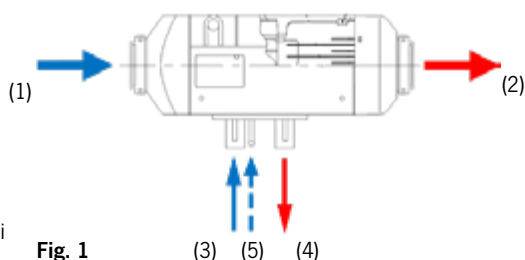
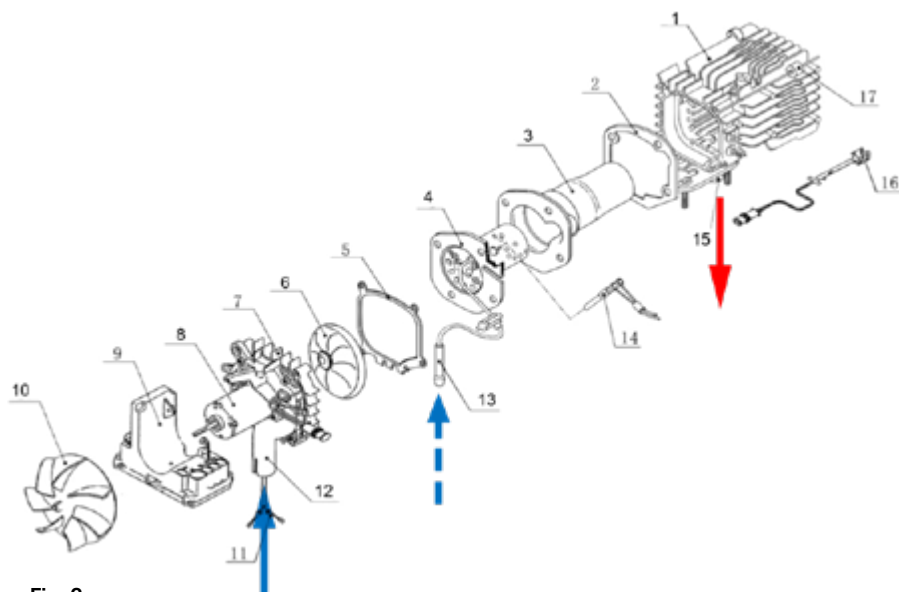
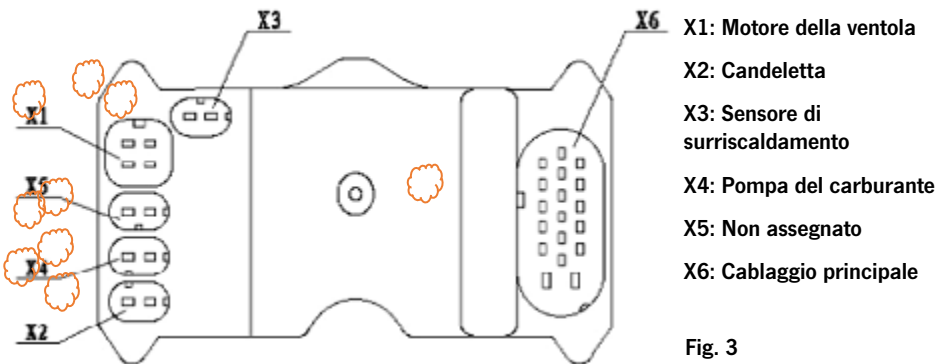

Fig. 1
Fig. 2
Fig. 3
Questo forno è costituito da un bruciatore [Pagina 80 Fig. 2 (4)] e una camera di combustione [Pagina 80 Fig. 2 (3)] che si trovano all'interno di uno scambiatore di calore [Pagina 80 Fig. 2 (1)].
L'aria fredda viene aspirata in questo passaggio dalla ventola [Fig. 1 (1)] [Pagina 80 Fig. 2 (10)]. Dopo aver attraversato lo scambiatore di calore, l'aria calda viene espulsa [Fig. 1 (2)].
Per il processo di combustione, il riscaldatore deve essere alimentato con combustibile e aria fresca. Il combustibile entra nel bruciatore attraverso l'ingresso del tubo del combustibile [Fig. 1 (5)] [Pagina 80 Fig. 2 (13)] e viene accesa dalla candele [Pagina 80 Fig. 2 (14)] dopo la sua atomizzazione. La fiamma entra nello spazio tra le pareti del bruciatore [Pagina 80 Fig. 2 (4)] e la camera di combustione [Pagina 80 Fig. 2 (3)] nella parte posteriore del bruciatore.
L'alimentazione dell'aria di combustione è fornita dalla presa d'aria [Fig. 1 (3)] [Pagina 80 Fig. 2 (12)]. La ventola interna di alimentazione dell'aria [Pagina 80 Fig. 2 (6/8)] spinge l'aria nel bruciatore. Dopo la combustione della miscela di aria e combustibile vaporizzato, i gas di scarico vengono espulsi attraverso il tubo di scarico [Fig. 1 (4)] [Pagina 80 Fig. 2 (15)].
Il controller [Pagina 80 Fig. 2 (9)] è situato nella parte anteriore del riscaldatore, dietro la ventola dell'aria di riscaldamento. Le sue funzioni principali consistono nel raccogliere tutti i dati del riscaldatore (ad es. sensori di temperatura, circuito di azionamento, frequenza, velocità di rotazione, tensione e altro). Sulla base di questi dati, il controller automatizza il processo di riscaldamento, la sorveglianza del sistema e la gestione dei malfunzionamenti del sistema.
Il sensore di surriscaldamento [Pagina 81 Fig.3 (X3)] è installato sulla parete esterna posteriore dello scambiatore di calore [Pagina 80 Fig. 2 (16)]. Se la temperatura dell'alluminio supera un limite massimo definito, il circuito della pompa del carburante viene interrotto dal controller e l'alimentazione del carburante viene immediatamente interrotta. Quindi, a scopo di protezione dal surriscaldamento, il riscaldatore viene spento.